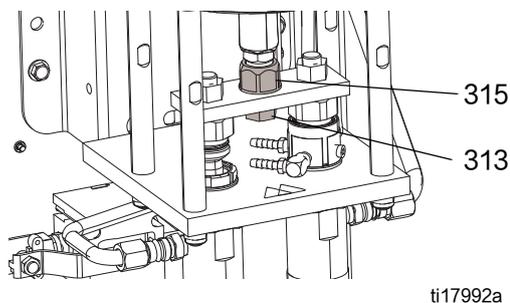

图 1
7. 使用扳手将活塞柱放就位，并使用另一扳手卸下转换接头 (315)。参见图 1 (第 26 页)。
1. 将中等蓝色螺纹锁固剂放在转换接头 (315) 上。使用扳手将活塞柱放就位，并使用另一扳手安装转换接头 (315)。扭矩为 32-38 英尺磅 (43-51 牛·米)。参见图 1 所示。